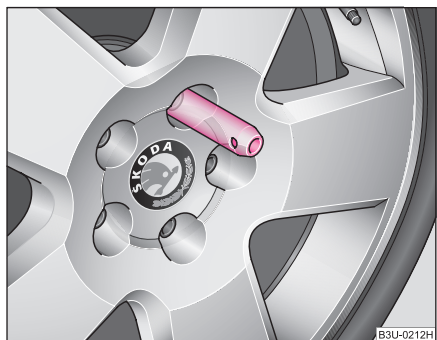

Fig. 193 Înlocuirea roții: Știftul de montaj
- Înșurubați știftul de montaj (trusa de scule) în orificiul eliberat ⇒ fig. 193.